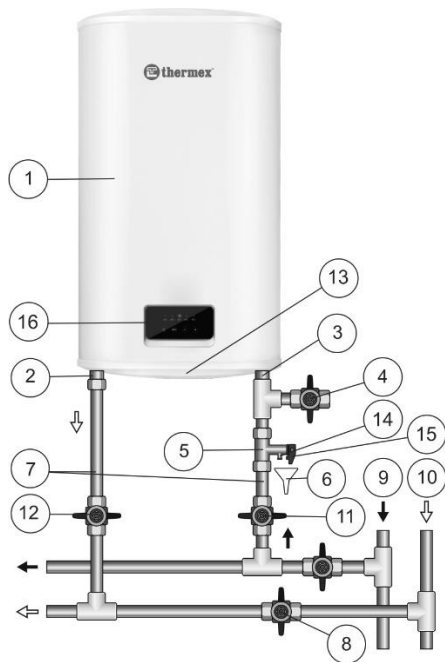

Рисунок 1. Схема подключения ЭВН к водопроводу в вертикальном положении
Внутренний бак имеет специальное биостеклофарфоровое покрытие, надежно защищающее внутреннюю поверхность от химической коррозии и, как следствие, длительный срок эксплуатации. Пространство между внешним корпусом и внутренним баком заполнено пенополиуретаном - современной, экологически чистой теплоизоляцией, обладающей наилучшими характеристиками теплосбережения. Модели Optima имеют два резьбовых патрубка: для входа холодной воды (Рис. 1, п. 3) с синим кольцом и выхода горячей воды (Рис. 1, п. 2) - с красным кольцом. На лицевой стороне ЭВН во всех моделях находится панель управления (Рис. 1, п. 16).
Предохранительный клапан (Рис. 1, п. 5) выполняет функции обратного клапана, препятствуя попаданию воды из водонагревателя в водопроводную сеть в случаях падения в последней давления и в случаях возрастания давления в баке при сильном нагреве воды, а также функции защитного клапана, сбрасывая избыточное давление в баке при сильном нагреве воды. Во время работы водонагревателя вода может просачиваться из выпускной трубы предохранительного клапана для сброса излишнего давления, что происходит в целях безопасности водонагревателя. Эта выпускная труба должна оставаться открытой для атмосферы и быть установлена постоянно вниз и в незамерзающей окружающей среде.
Необходимо обеспечить отвод воды из выпускной трубы предохранительного клапана (Рис. 1, п. 14) в канализацию, предусмотрев при монтаже ЭВН соответствующий дренаж (Рис. 1, п. 6).
Необходимо регулярно (не реже одного раза в месяц) проводить слив небольшого количества воды через выпускную трубу предохранительного клапана в канализацию для удаления известковых осадков и для проверки работоспособности клапана. Для открывания клапана он снабжен ручкой (Рис. 1, п. 15). Необходимо следить, чтобы во время работы ЭВН эта ручка находилась в положении, закрывшем слив воды из бака.
Установить предохранительный клапан (Рис. 1, п. 5) на входе холодной воды (Рис. 1, п. 3), помеченном синим кольцом, закрутив на 3,5 - 4 оборота, обеспечить герметичность соединения любым уплотнительным материалом (льном, лентой ФУМ и др.).
- В вертикальном положении в соответствии с Рис. 1 с выходом патрубков снизу